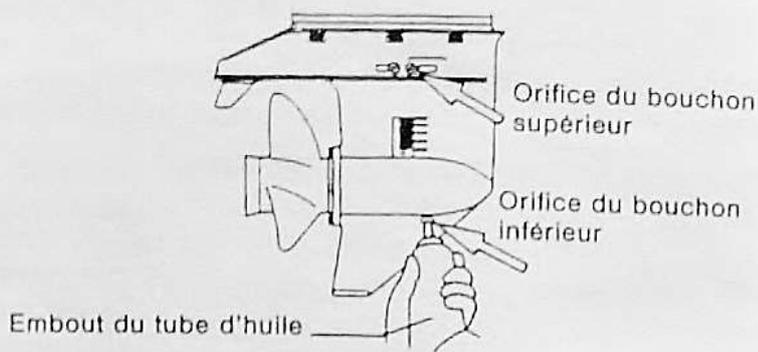

Fig. 26
- Vidange et remplissage du boîtier (Fig. 26).